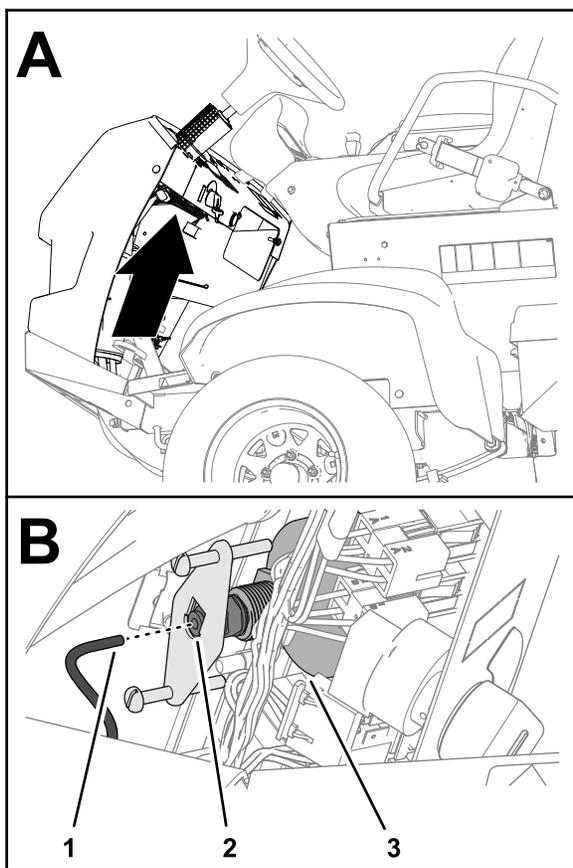

Рисунок 127
5. Отсоедините трубку от задней части манометра и поместите конец трубки в емкость (Рисунок 127).